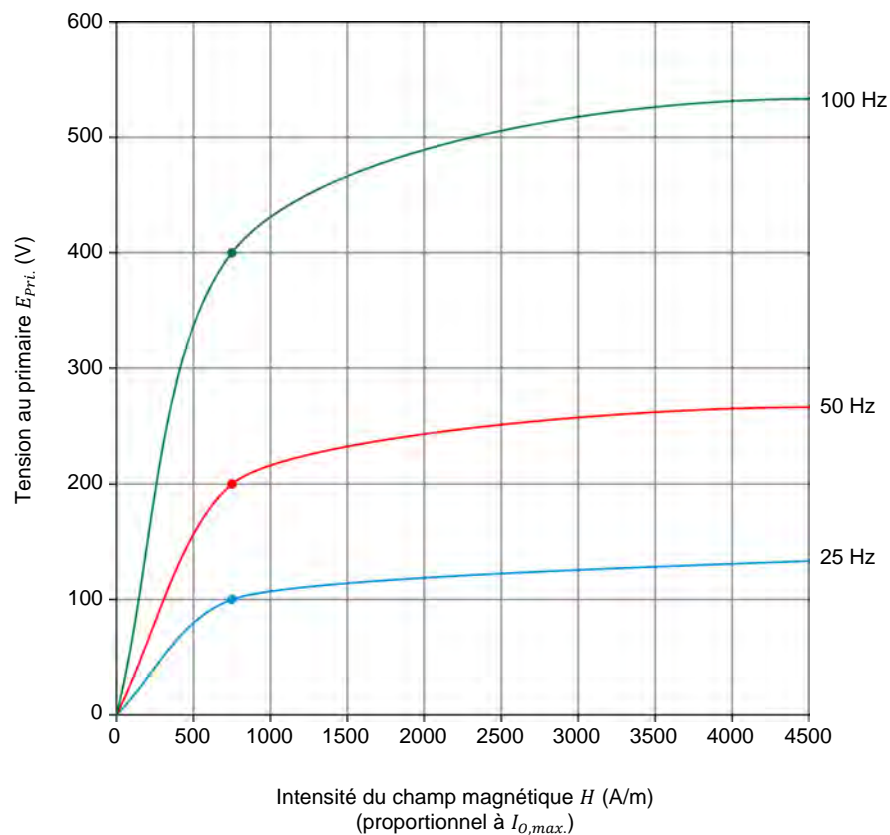

Figure 32. Courbes de saturation d'un transformateur de puissance fonctionnant à diverses fréquences.
L'équation (7) révèle aussi que, pour une tension de l'enroulement E donnée, la densité de flux maximale $B_{Max.}$ augmente lorsque la fréquence f est diminuée. Ainsi, à une fréquence de fonctionnement f plus basse, une tension E plus faible est requise aux bornes d'un enroulement du transformateur pour produire une certaine densité de flux maximale $B_{Max.}$ et, par conséquent, la saturation du transformateur survient à une tension E plus faible. À l'inverse, pour une tension de l'enroulement E donnée, la densité de flux maximale $B_{Max.}$ diminue lorsque la fréquence f est augmentée. Ainsi, à une fréquence de fonctionnement f plus grande, une tension E plus élevée est requise aux bornes d'un enroulement du transformateur pour produire une certaine densité de flux maximale $B_{Max.}$ et, par conséquent, la saturation du transformateur survient à une tension E plus élevée. Cela est illustré dans la figure 32, qui montre les courbes de saturation, c.-à-d. les courbes de la tension au primaire $E_{pri.}$ en fonction de l'intensité du champ magnétique H (proportionnelle au courant magnétisant crête $I_{O,max.}$) d'un transformateur de puissance fonctionnant à diverses fréquences.
Aux points de fonctionnement montrés par les trois points de saturation dans la figure 32, l'intensité du champ magnétique H et, par conséquent, le courant magnétisant crête $I_{O,max.}$, a la même valeur pour les trois fréquences. De même, la densité de flux maximale $B_{Max.}$ a la même valeur aux trois fréquences. Cependant, la valeur de la tension au primaire $E_{pri.}$ diffère, la tension au primaire $E_{pri.}$ augmentant en proportion directe à la fréquence de fonctionnement f .